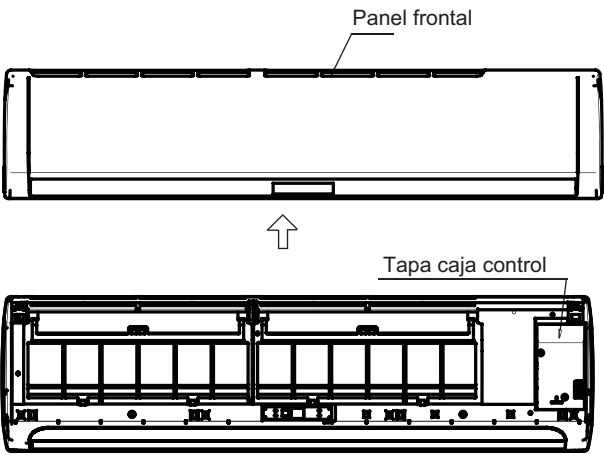

Fig. 7-2
- 2 Conecte individualmente el cable de alimentación y de comunicación. (Vea Fig. 7-2)